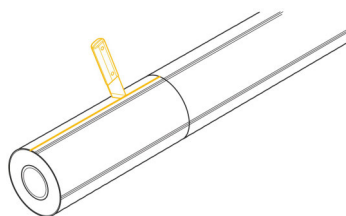

Рис. 5.6.3
3. Надрезать защитную оболочку от надреза до торца трубы (рис. 5.6.3). Глубина надреза – не более 10 мм.